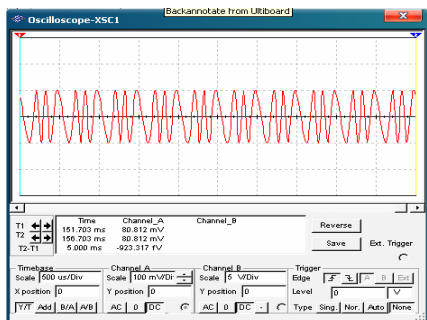

图 5-117 FM 调频信号
3) 再单击 “Shift”  按钮后, 单击 “Freq”  按钮, 通过旋钮调整调制信号的频率; 再单击 “Shift”  按钮后, 单击 “Ampl”  按钮, 通过旋钮调整角频偏。设置完成后, 单击 “Enter”,  按钮保存设置。运行仿真, 结果如图 5-117 所示。